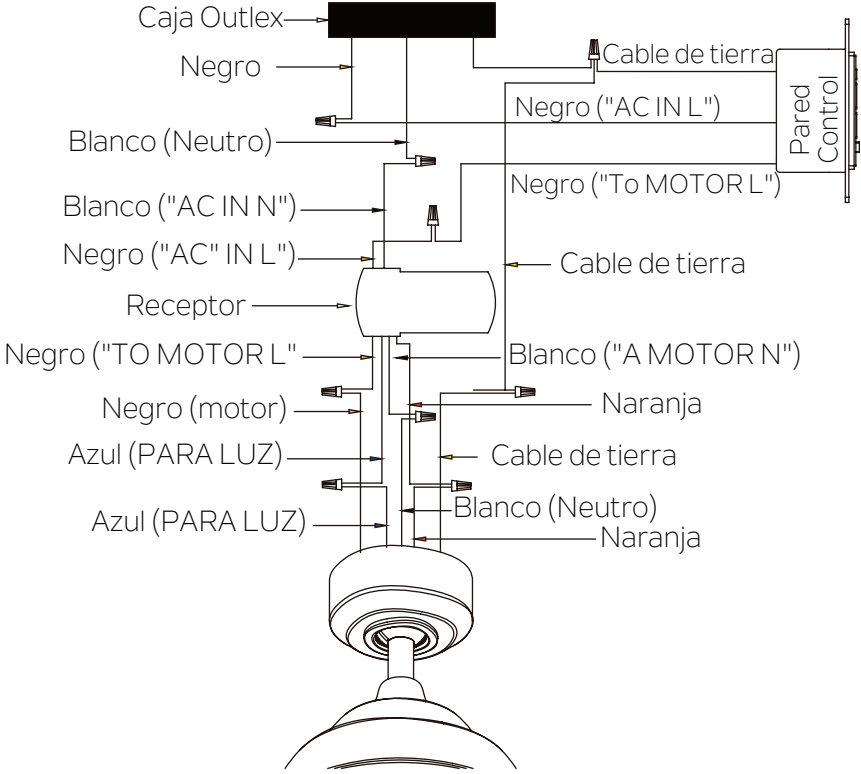

Fig. 16
Asegure todas las conexiones de alambre con las tuercas de alambre de plástico proporcionadas. (Fig. 16)
Asegure las conexiones de cable con los conectores de alambre de plástico proporcionados. (Fig. 16)
**Paso 4.** Conecte los cables SUELO (VERDE) de la bola de la percha y el soporte de montaje, de modo que SUELO (verde o COBRE DESNUDO) de la casa. Asegure la conexión del cable con los conectores de plástico proporcionados. Después de conectar los cables, sepárelos de modo que los cables verdes y blancos estén en un lado de la caja de salida y los cables negros y azules estén en el otro lado. (Fig. 16)